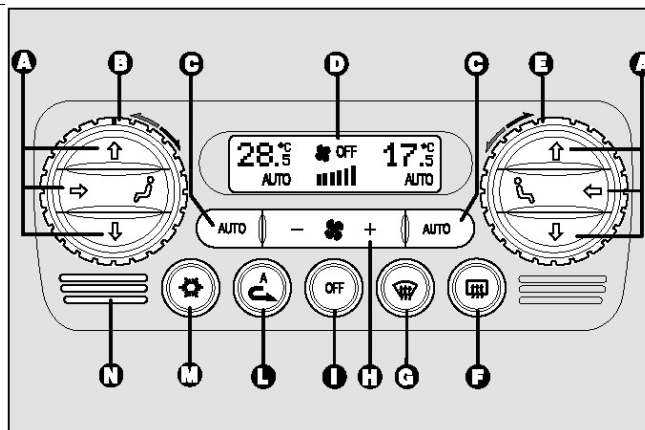

рис. 49 – Органы управления двух уровневой функцией.
**ОРГАНЫ РЕГУЛИРОВКИ В ДВУХ ЗОНАХ рис.49**